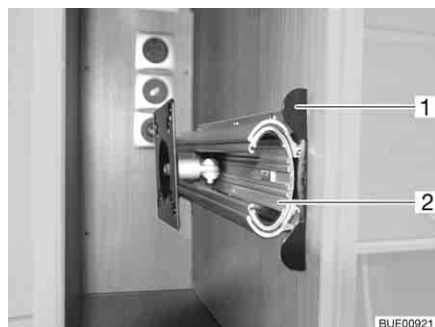

Bild 105 Fäste i TV-skåp
- Tryck in låslisten (Bild 105,1).
- Drag ut utdragsanordningen (Bild 105,2) till stoppläget.
- Skjut in utdragsanordningen (Bild 105,2), tills låslisten (Bild 105,1) hakar i.